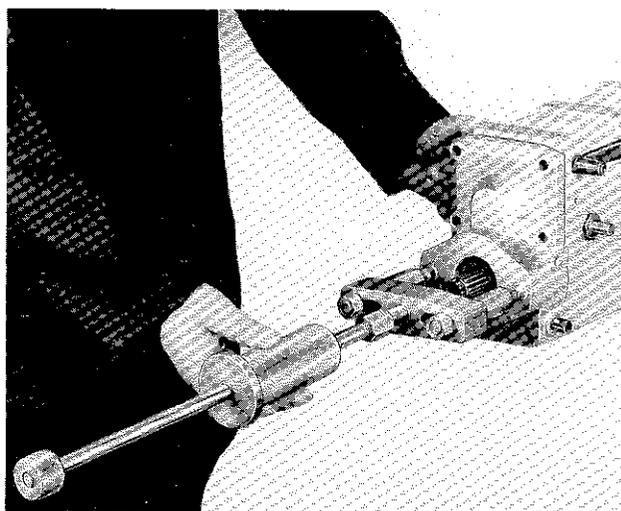
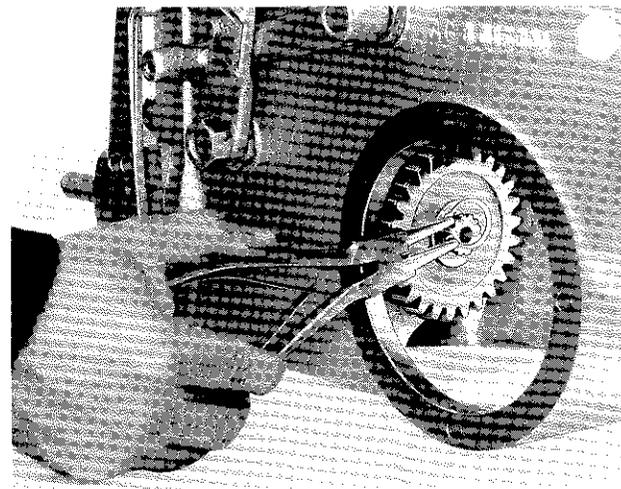
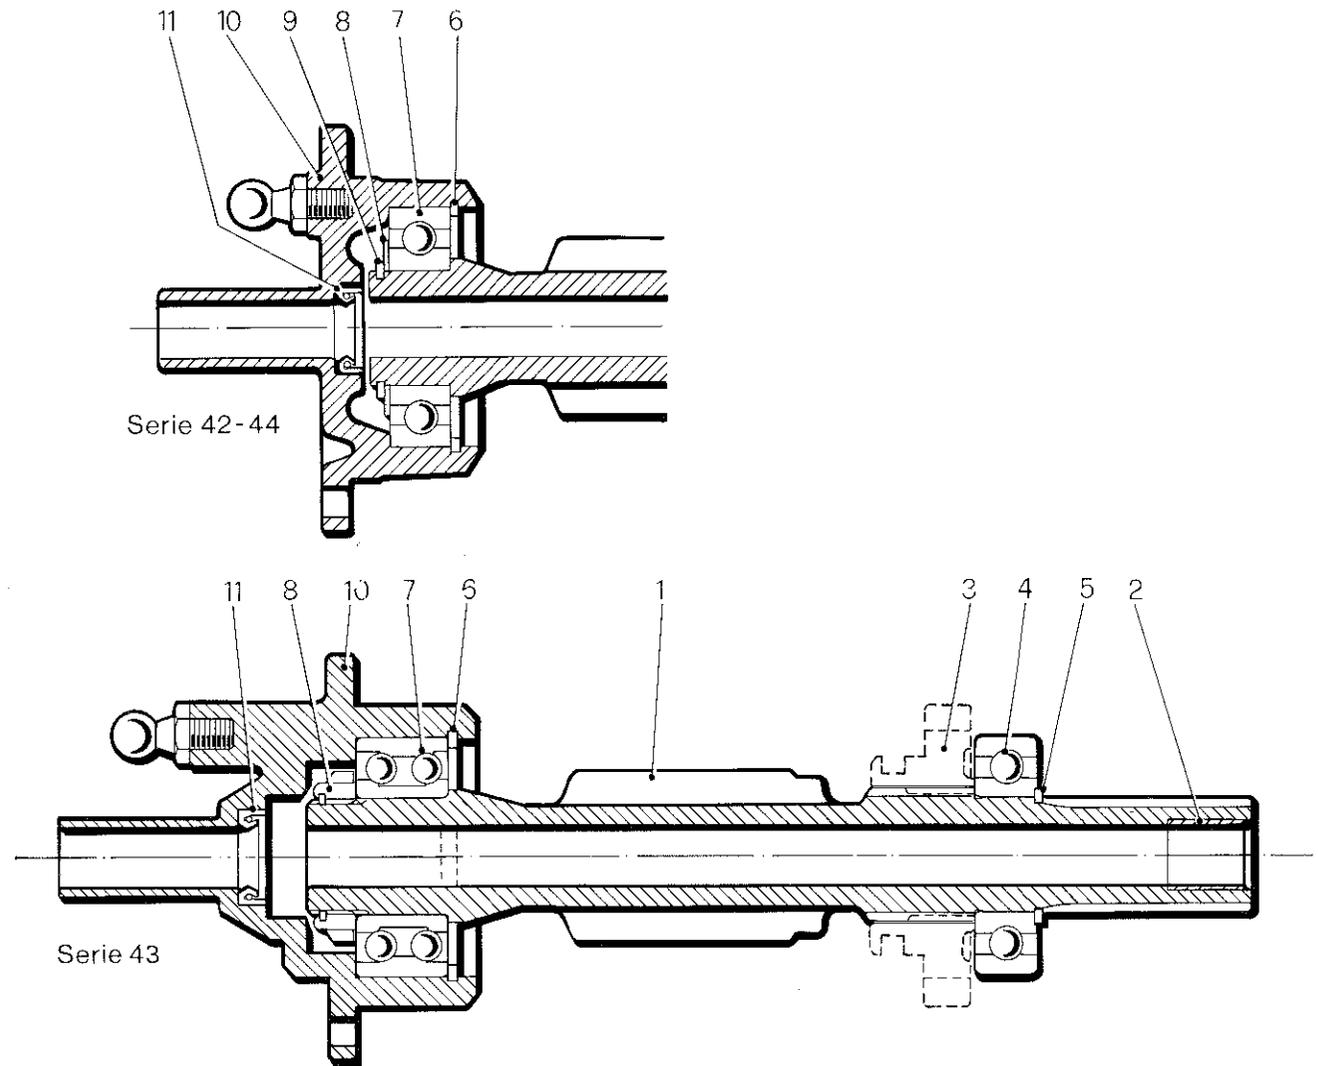

Fig. 8 - Estrazione coperchio carter completo
Fig. 9 - Smontaggio anello d'arresto ingranaggio P.T.O. sincronizzata
Fig. 12 - Vite senza fine completa
- per i modelli senza P.T.O. sincronizzata, sfilare il coperchio carter completo con l'estrattore 2.7981.047 e l'attrezzo 2.7981.057 (vedi fig. 8) togliendo prima le relative viti, mentre, per i modelli con P.T.O. sincronizzata, prima di sfilare il coperchio smontare dal carter i supporti laterali dx e sx (vedi descrizioni relative alla fig. 30 a pag. 18) e togliere l'anello d'arresto che ferma l'ingranaggio della P.T.O. sincronizzata (vedi fig. 9);
Per smontare la vite senza fine dal carter occorre eseguire le operazioni sopra descritte fino all'estrazione compresa del coperchio carter (vedi fig. 8), poi sfilare la leva ed il reggispinga comando frizione, quindi togliere le tre viti del coperchio 10 (vedi fig. 12) e sfilare dal carter la vite senza fine completa, battendo dal lato posteriore.
Scomporre la vite senza fine (vedi fig. 12) nel seguente ordine:
- Per sostituire l'anello di tenuta 11 dell'albero primario (vedi fig. 12), smontare la vite senza fine dal carter e sfilare il relativo coperchio (vedi sopra).
Montare sulla vite senza fine 1, completa di bronzina 2 (vedi fig. 12), i particolari sotto descritti, procedendo nel seguente ordine:
- applicare sulla superficie di tenuta del coperchio 10 (vedi fig. 12) e del carter mastice Arexons ed inserire nel coperchio la relativa guarnizione, quindi infilare nel carter, dal lato anteriore, la vite senza fine precedentemente composta, battendo sul coperchio 10 con tampone 3.7981.164 ed inserendo contemporaneamente il pattino della leva comando P.T.O. sincronizzata (nei casi in cui è prevista) nella propria sede, gli ingranaggi 1a marcia 1 e 1a-2a-5a marcia 2 (vedi fig. 19) sulla vite senza fine;